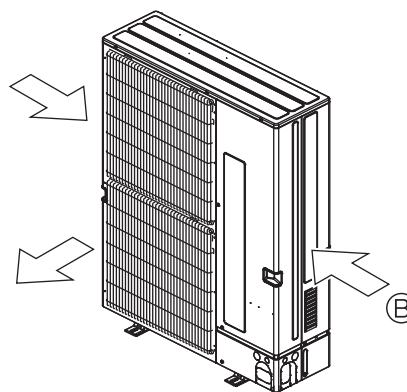

Рис. 1b
- ② Расположите блок таким образом, чтобы воздуховыпускное отверстие было направлено перпендикулярно преимущественному направлению ветра, если это возможно. (Рис. 1b)